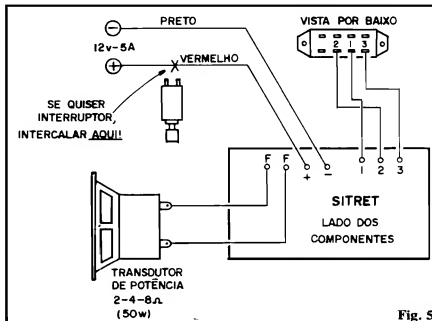
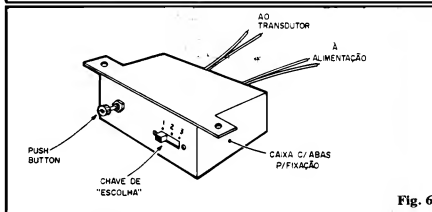

Fig. 5
Fig. 6
Em seguida, temos as ligações externas, entre a placa e a chave de seleção, a alimentação e o transdutor... Tais conexões estão nitidamente indicadas na fig. 5, que mostra a placa ainda pelo lado não cobreado (os componentes não são mais vistos porque, nesse estágio, não vem ao caso...). Observar a codificação das ilhas periféricas, destinadas a essas conexões externas, também na figura anterior (4). Os pontos que requerem cuidado referem-se às ligações à chave de seleção e à polaridade da alimentação (é bom usar o "velho código" de fio **vermelho** no **positivo** e **preto** no **negativo**...).
O "encaixamento" do circuito (ou seja: do módulo eletrônico, já que o transdutor certamente ficará fora da caixa...) dependerá de vários fatores, do tipo de utilização, do tamanho do dissipador acoplado ao transdutor de potência, etc. Na fig. 6 damos uma sugestão para **contêiner** destinado a uso automotivo (SITRET como buzina...). Uma pequena caixa padronizada, dotada de abas de fixação (para prendê-la sob o painel do carro...), com o **push-button** (ver fig. 5) e a chave de seleção no painel frontal. Os cabos para a alimentação e para o transdutor podem sair da traseira